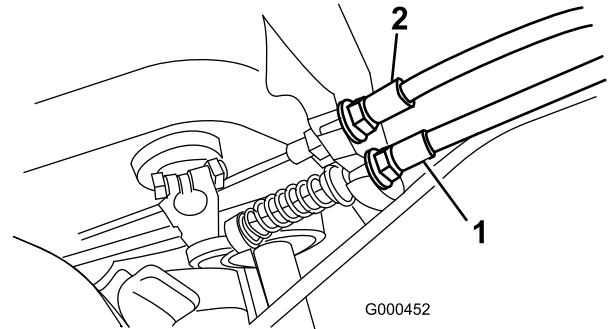

Figura 32
2. Per aumentare la tensione del cavo allentate il controdado del cavo anteriore e serrate il controdado del cavo posteriore (Figura 32) finché non occorre una forza di 5–6,3 kg. per inserire il freno. La forza viene misurata al pomello della leva. Non regolate eccessivamente, perché la cinghia del freno potrebbe opporre resistenza.